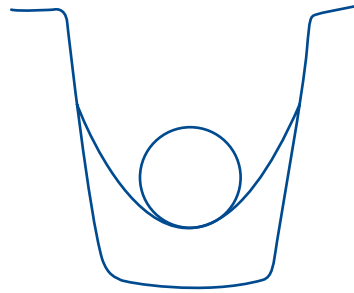

Figura 2
3. Colocar la tubería dentro de la zanja comenzando aguas abajo (Figura 2).